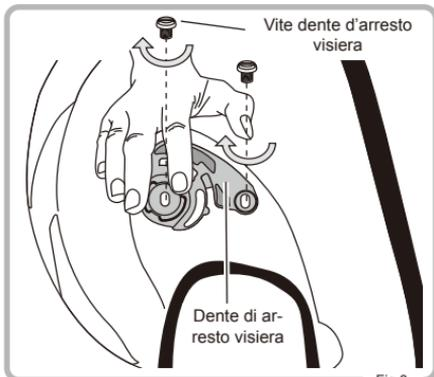

Fig. 3
- ③ Serrare saldamente in senso orario entrambe le viti del dente d'arresto visiera. Ripetere la stessa procedura per l'altro dente d'arresto visiera. A questo punto i denti d'arresto visiera sono installati (Fig. 3)